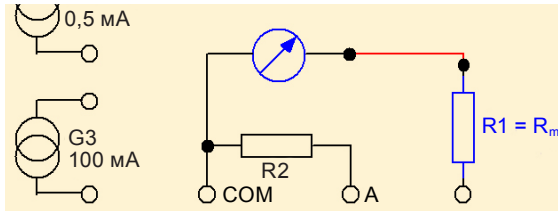

Рис. 9. Подключение резистора R1 для расширения диапазона измерения вольтметра
17. Для расширения диапазона измерений подключить резистор R1 последовательно с измерительным прибором (рис. 9).